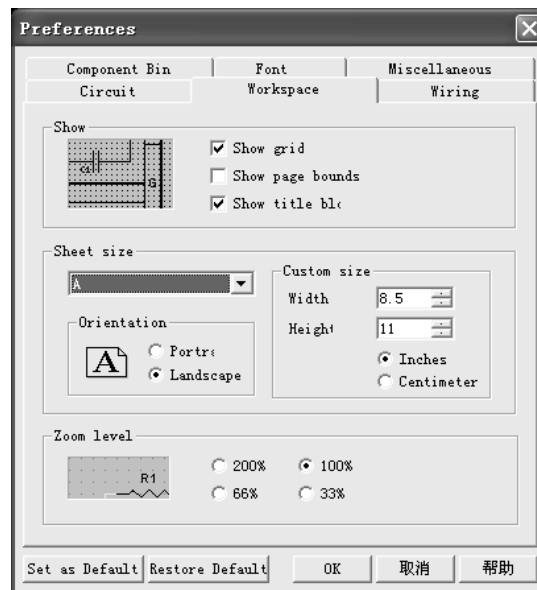

图 2.2.4 Workspace 选项卡
2) **Workspace 选项卡**: 该选项卡用于设置与工作空间相关的参数, 如图纸的规格和显示方式。如图 2.2.4 所示。